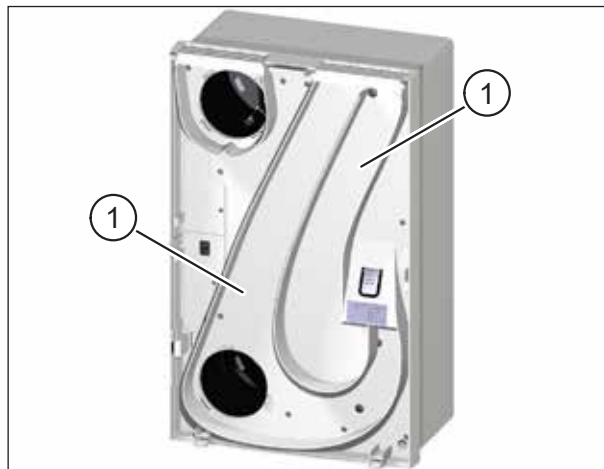

Fig. 14 : Nettoyer les conduits d'air fourni sur la plaque intermédiaire
- Nettoyez les conduits d'air fourni (pos. 1 dans Fig. 14) sur la plaque intermédiaire avec un chiffon humide et de l'eau savonneuse douce.